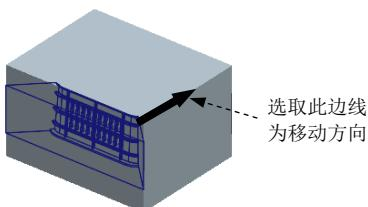
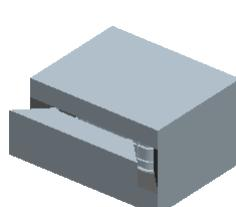

图 16.26 选取移动方向
图 16.27 移动后的状态
Step2. 开模步骤 1：移动滑块 1。选取图 16.26 所示的边线为移动方向，输入要移动的距离值 -200，移出后的模型如图 16.27 所示。